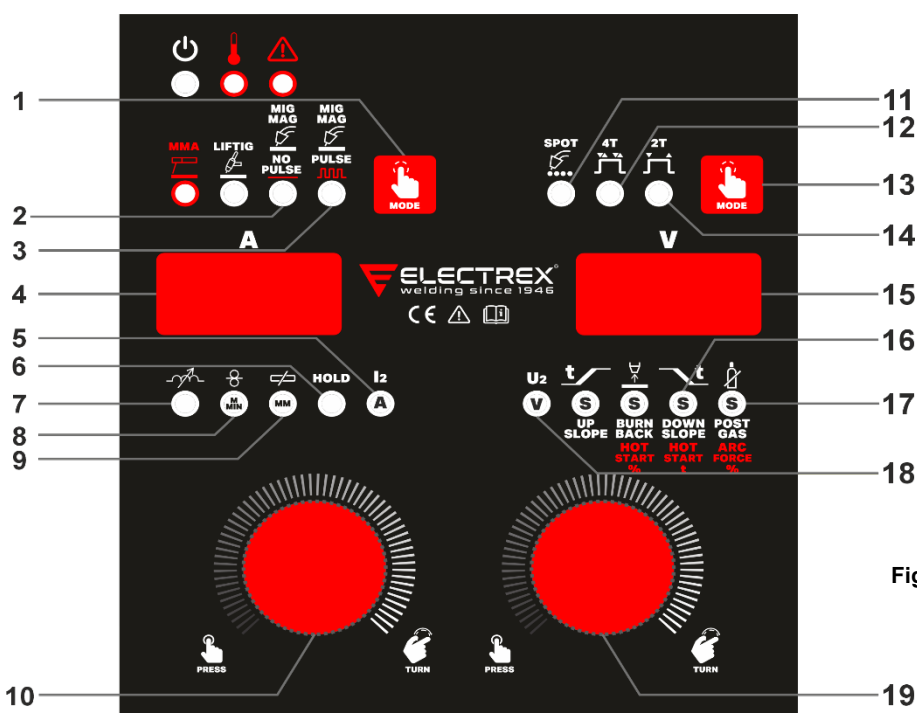

Fig 5.
- Sélectionner le mode de soudage MIG/MAG non pulsé (2 - Fig. 5) ou pulsé (3 - Fig. 5). Avec le mode MIG/MAG pulsé, le courant va alterner entre un courant fort et un courant faible, permettant un faible apport en chaleur, absence de projections et une facilité d'utilisation.
8.1.1. Paramètres pour le soudage MIG/MAG SYNERGIQUE (voir Fig.5)
Mode de soudage temporisé par points MIG/MAG (11 - Fig. 5) - Lorsque cette option est sélectionnée, cela signifie que la machine est en mode de soudage par points MIG/MAG. Pour sélectionner cette fonction, appuyez sur la touche 13 - Fig.5 jusqu'à ce que le voyant 11 s'allume. Régler le temps du point en appuyant sur le bouton droit (19 - Fig.5) jusqu'à ce que l'écran de gauche (4 - Fig. 5) affiche le SPt et le tourner jusqu'au temps souhaité. Commencer le soudage par points en appuyant sur la gâchette de la torche et continuez à appuyer jusqu'à la fin du programme de soudage MIG défini (voir pages suivantes).
- Appuyer sur le bouton droit (19 - Fig. 5) jusqu'à ce que l'écran de droite (15 - Fig. 5) indique le programme de soudage souhaité (l'écran de gauche - 4 - Fig. 5 indique le dernier programme sélectionné) et sélectionner votre programme avec le bouton droit. (19 - Fig. 5) jusqu'à ce que l'écran de droite (15 - Fig. 5) indique le numéro correspondant.